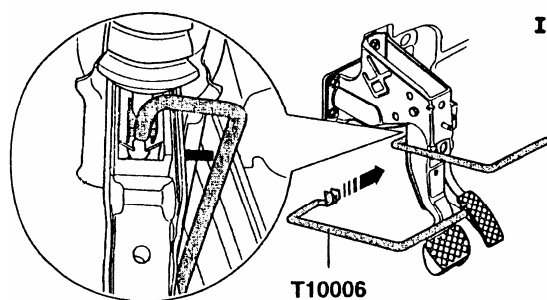

图 13-61 装上专用工具
- (1) 拆下司机一侧杂物箱
- (2) 拆下制动灯开关, 对于装有车速控制装置的车, 还要拆下通风阀。
- (3) 拆下制动灯开关。
- (4) 如图 13-61 所示, 从下面穿上专用工具 T10006。